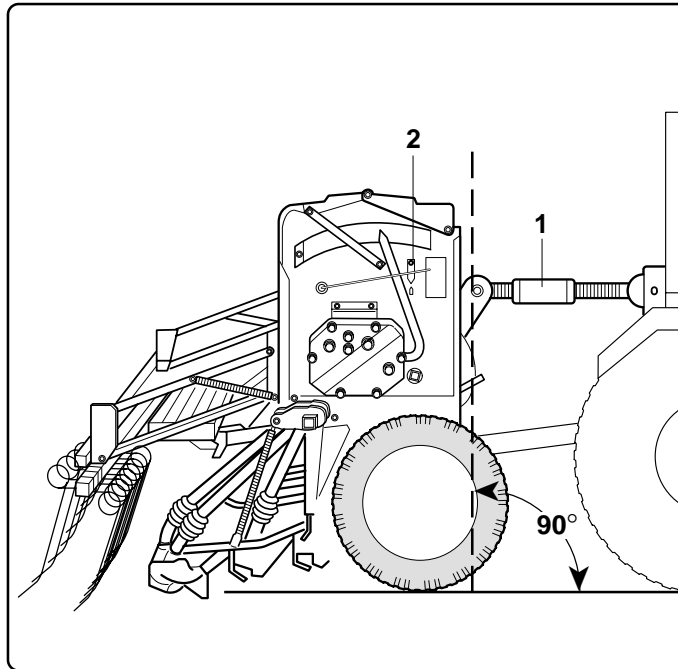

Fig. 8
- 2 Collegare la sembratrice all'attacco tre punti del trattore; i perni vanno collegati con le apposite spine; mediante il tirante di regolazione (1 Fig.7-8) fare in modo che la sembratrice sia perpendicolare al terreno (Fig. 8).
- 2 Connect the seeder to the tractor's three point attachment; the pins must be fastened with the appropriate pegs. Use the adjustment stay-bolts (1 Fig. 7-8) to ensure that the seeder is perpendicular to the ground (Fig. 8).
- 2 Die Sämaschine an der Dreipunkt-Kupplung des Schleppers ankuppeln; die Zapfen müssen mit ihren Stiften verbunden werden; durch die Einstellstange (1 Abb. 7-8) die Sämaschine in rechtwinklige Lage zum Boden (Fig.8) bringen.
- 2 Relier la machine à l'attelage en trois points du tracteur et les chevilles aux goupilles spéciales; positionner la machine perpendiculairement au sol par l'entretoise de réglage (1 Fig. 7-8) universal de tres puntos (Fig 8).
- 2 Conectar la sembradora al gancho de tres puntos del tractor; los pernos se tienen que conectar con las clavijas al efecto; mediante el tirador de regulación (1 Fig. 7-8), situar la sembradora perpendicularmente al terreno (Fig. 8).